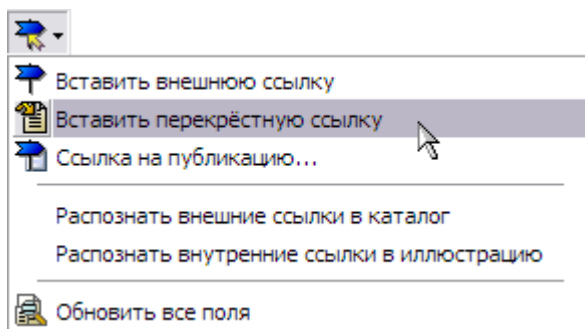

Рис. 3.211
2. На инструментальной панели **Объекты** нажмите на кнопку **Ссылки и поля**  (Рис. 3.211).